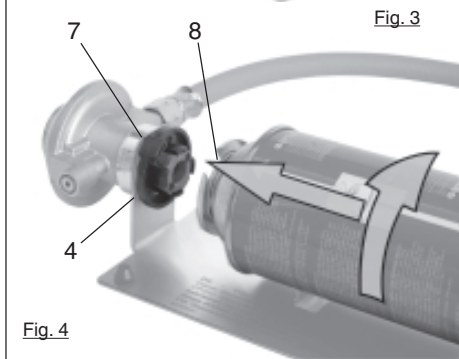

Fig. 4
dans le sens des aiguilles d'une montre la cartouche de gaz (3) avec le connecteur (4) jusqu'à la position finale (voir Fig. 4). La position finale de la cartouche de gaz verrouillée est visible sur Fig. 1.